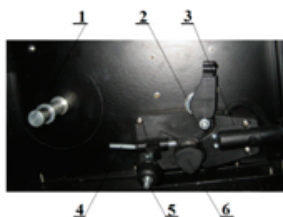

Рисунок 4. Механизм подачи проволоки.
7.2.3. Установить катушку со сварочной проволокой в подающий механизм, см. рис. 4, поз. 1. Убедиться в том, что направляющий ролик установлен таким образом, что размер прорези на нем соответствует диаметру проволоки. При необходимости ролик перевернуть.